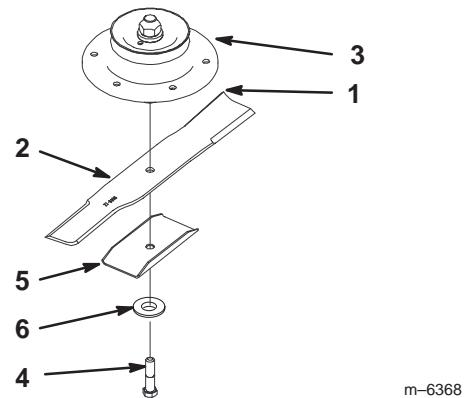
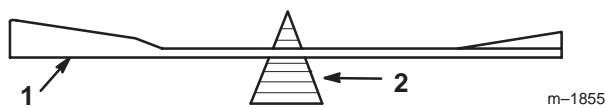

Figure 42
Figure 44
1. Tenez la lame à son extrémité avec un chiffon ou un gant épais. Enlevez le boulon, le renfort de lame, la rondelle et la lame de l'axe (Fig. 42).
| 2. Vérifiez l'équilibre de la lame en la plaçant sur un équilibrEUR (Fig. 44). Si la lame reste horizontale, elle est équilibrée et peut être utilisée. Si la lame est déséquilibrée, limez un peu l'extrémité de la partie incurvée seulement (Fig. 42). Répétez la procédure jusqu'à ce que la lame soit équilibrée. |
1. Placez la lame sur l'axe (Fig. 42).
Important Pour une coupe correcte, la partie incurvée de la lame doit être tournée vers le haut et dirigée vers l'intérieur du carter de tondeuse (Fig. 42).
2. Montez la rondelle de blocage et le boulon de lame (Fig. 42). Le boulon de lame doit être serré à 115–140 Nm.